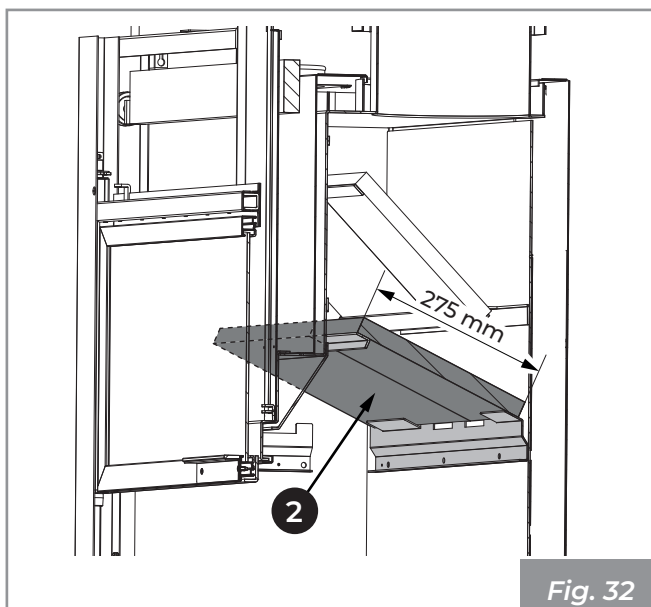

Fig. 32
- 4) Desensartar y sacar los paneles (**2**) (**Fig. 32**).